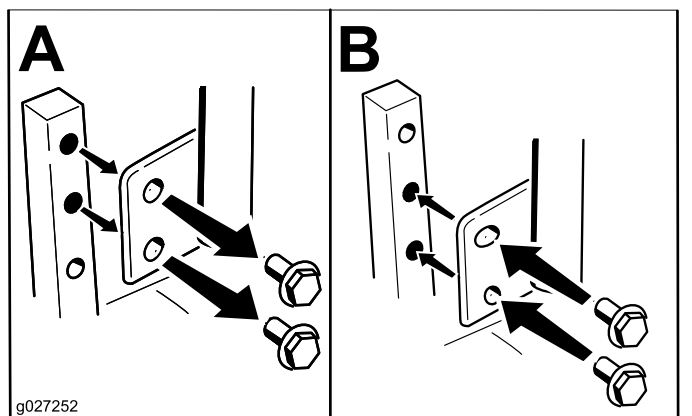

Figura 13
Potete regolare le leve di controllo del movimento più in alto o in basso al fine di ottenere il massimo comfort (Figura 13).
2. Allentate il bullone inferiore appena a sufficienza per ruotare la leva di controllo in avanti o all'indietro (Figura 13).